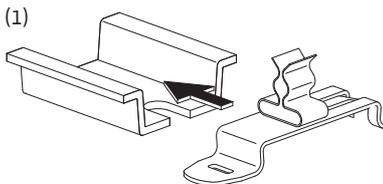

Fig. 17:
**Colocación de apantallamientos de cables en las abrazaderas para el apantallamiento (SC...FC ... BM), véase la Fig. 17 - 20.**